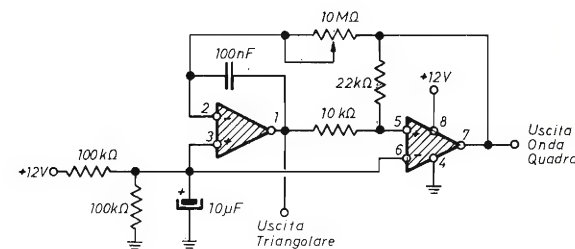

figura 12
1) LFO con uscita ad onda triangolare (figura 12). La frequenza di uscita può essere regolata agendo sul potenziometro da 10 MΩ. I due OP.AMP. sono racchiusi in un unico chip, es. LM358 oppure $\mu A747$.